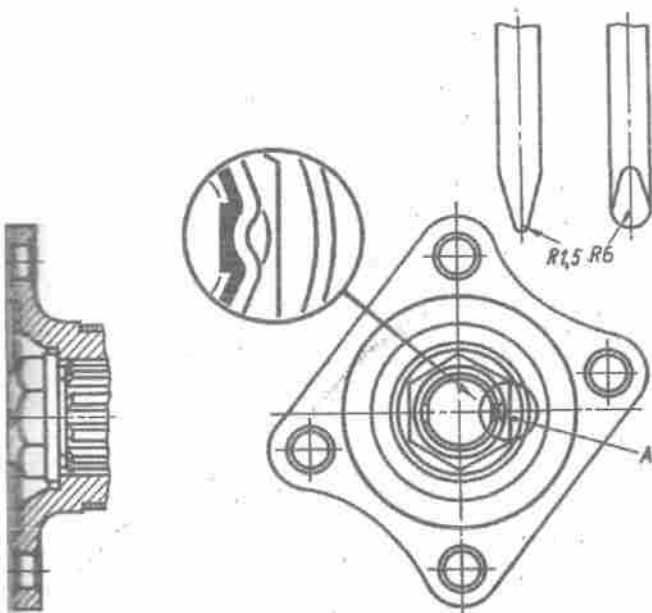

Bild 139. Sichern der Mutter durch Abbiegen des Bundes in die Wellennut und Profil des Werkzeugs (Dorns):
7. Flansch und Scheibe auf den Keilwellenzapfen aufsetzen, Mutter festziehen und durch Einkörnen in die Wellennut sichern, wie in Bild 139 dargestellt.